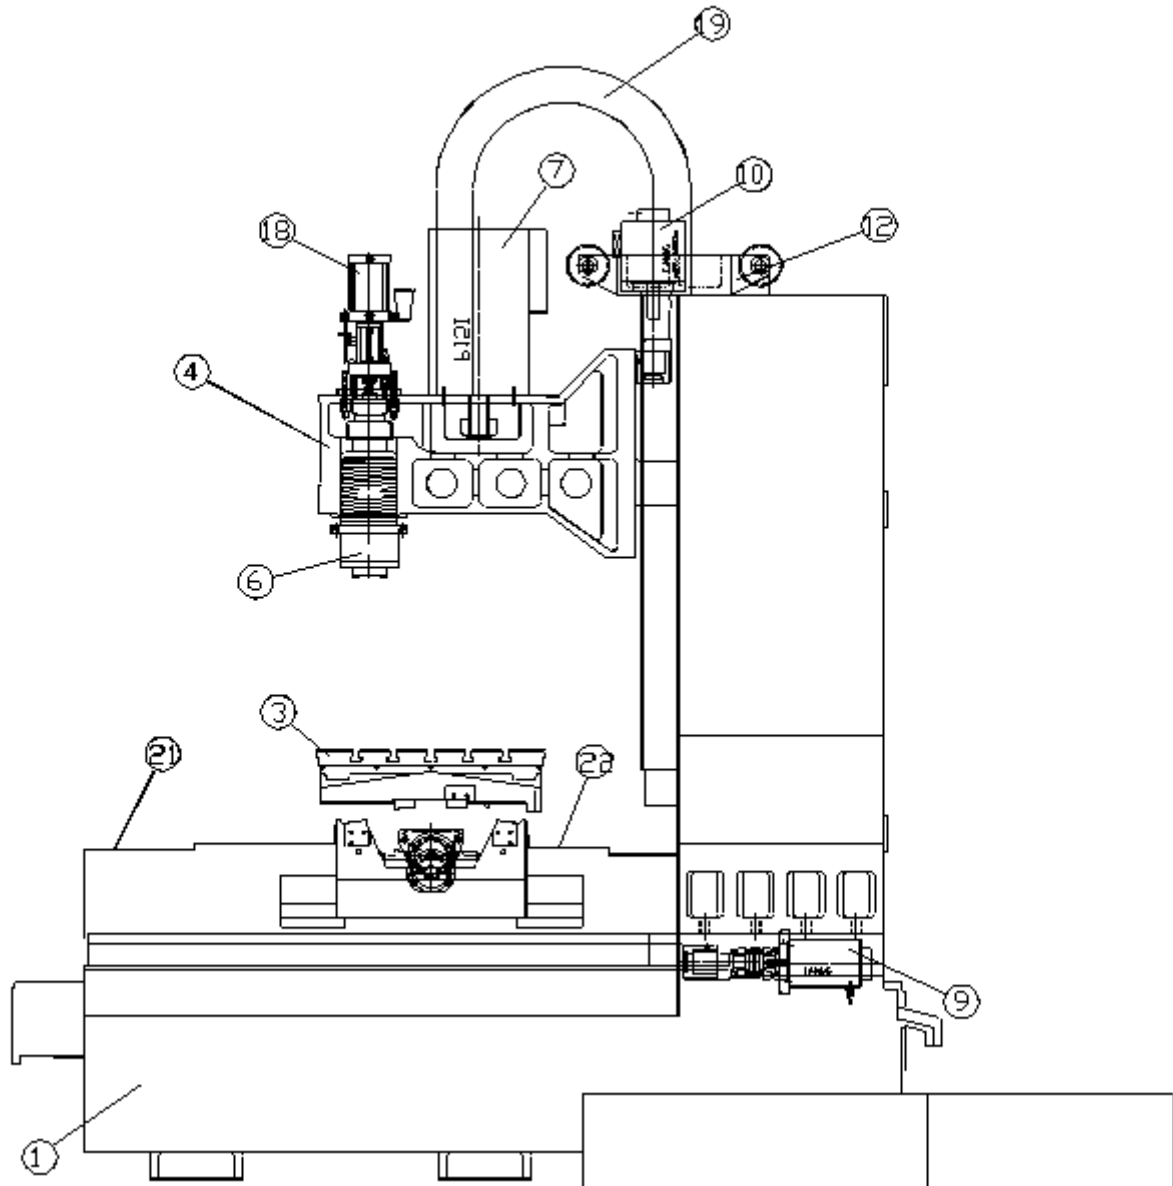

Рис. 2
4.1.1 Общий вид станка представлен на Рис. 2.
Примечание: внешний вид станка может отличаться от представленного на Рис. 2, на заводе-изготовителе постоянно ведутся работы по улучшению качества, снижению трудоемкости и повышению эффективности выпускаемой продукции, поэтому в данном руководстве возможны некоторые несоответствия технического описания с конкретным изделием, не влияющие на эксплуатационные характеристики изделия.